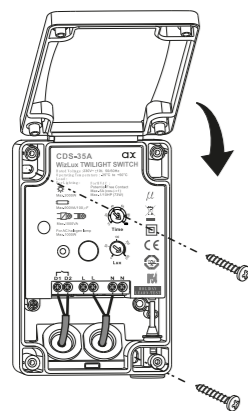

FIG.6
- 3.3.1.3 Fije el IC FCL 209 sobre la pared con los tornillos (ver FIG.6).